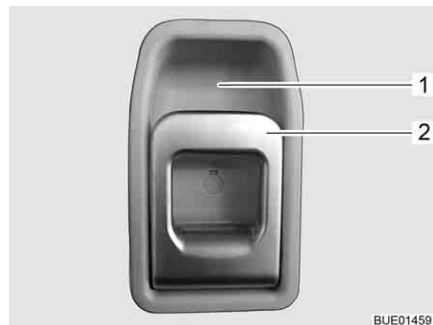

Fig. 40 Serrure de la porte cellule, à l'intérieur
- Tirer sur la poignée (Fig. 40,2). La serrure de la porte est déverrouillée.
- Appuyer sur la poignée (Fig. 40,2) en haut en direction de l'évidement (Fig. 40,1) dans lequel elle repose.